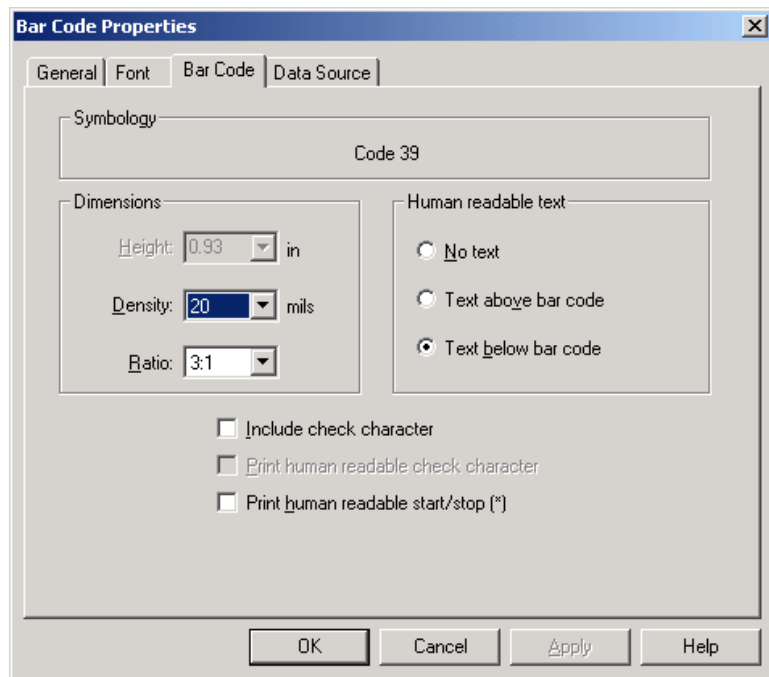

Abbildung 8-2. Dialogfeld „Objekteigenschaften“: Register „Strichcode“
3. Klicken Sie auf das Register **Strichcode** (Abbildung 8-2 auf Seite 8-3).